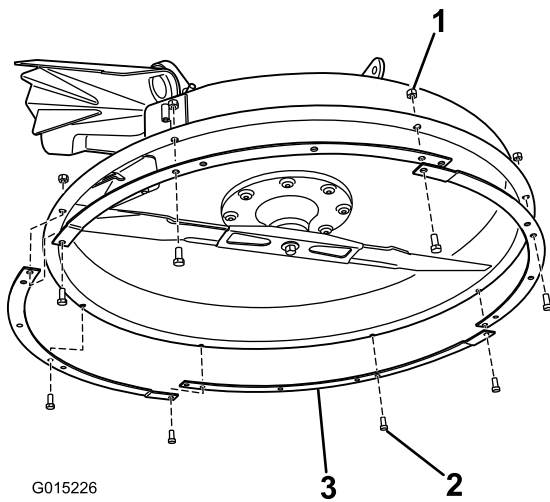

Figura 25
- Instale los componentes del anillo de la carcasa en la parte inferior del cortacésped (Figura 25).